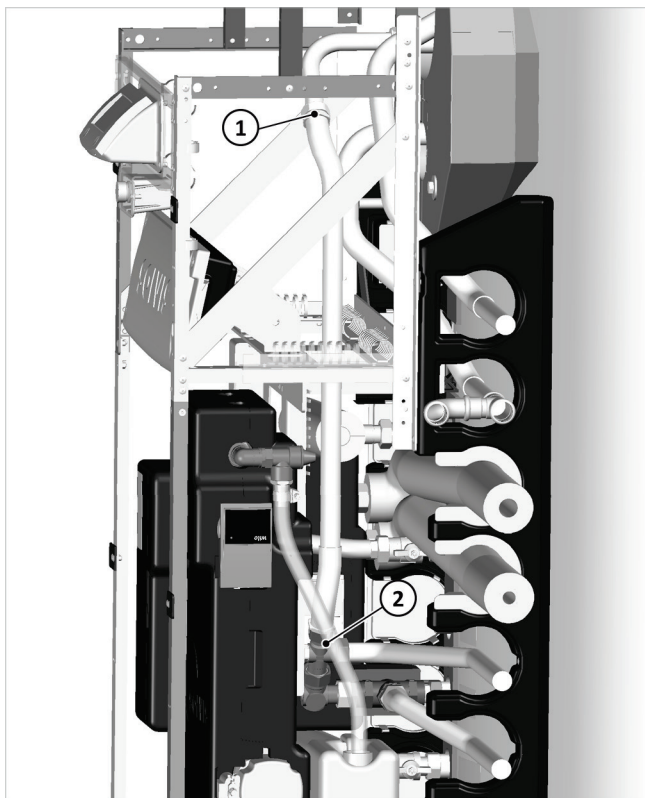

Abb. 9: Verbindungsrohr montiert
4. Verbindungsrohr an den Rohrbogen oben (1) montieren, zum Anschluss des Umschaltventils unten (2) verlegen und anschließen (siehe → Abb. 9).